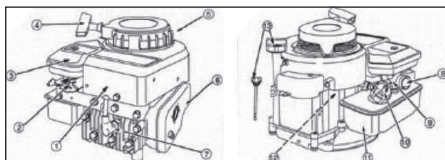

Рис. 3
Основным элементом газонокосилки является 4-х тактный двигатель внутреннего сгорания (Рис.3), с вертикальной осью коленвала и его основные части: (2) - рычаг дросселя; (3) - фильтр воздушный; (4) - стартер ручной; (5) - защитный кожух; (6) - глушитель; (7) - свеча зажигания; (8) - кнопка
топливного насоса; (9) - карбюратор; (10) - пробка бензобака; (11) - бензобак; (12) - корпус двигателя; (13) - маслосналивная горловина, см. рис. 3.